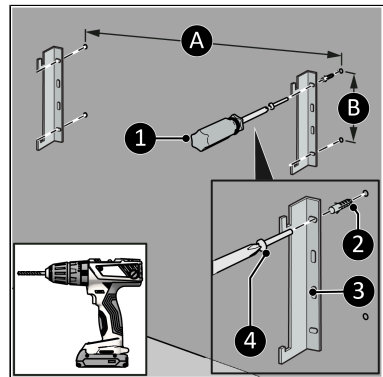

Figure 58.
4. Percez quatre trous pour les supports, les deux trous inférieurs étant situés à au moins 125 mm au-dessus du sol. La distance entre les trous verticaux (Figure 58, pos. B) est de 105 mm. La distance entre les trous horizontaux est d'environ (Figure 58, pos. A et B)* :
5. Insérez des chevilles murales (Figure 58, pos. 2).
6. Vissez et serrez un support gauche et un support droit (Figure 58, pos. 3) au mur avec une grande vis (Figure 58, pos. 4) en utilisant un tournevis Phillips (Figure 58, pos. 1).